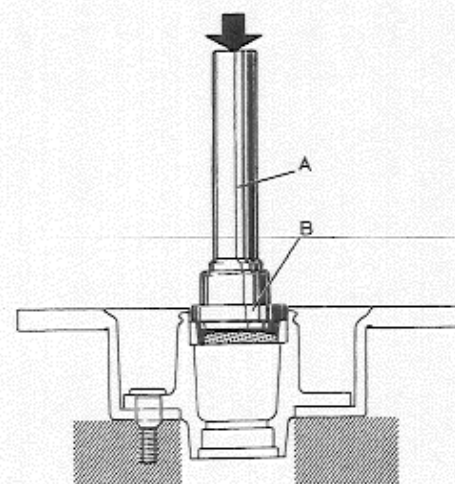
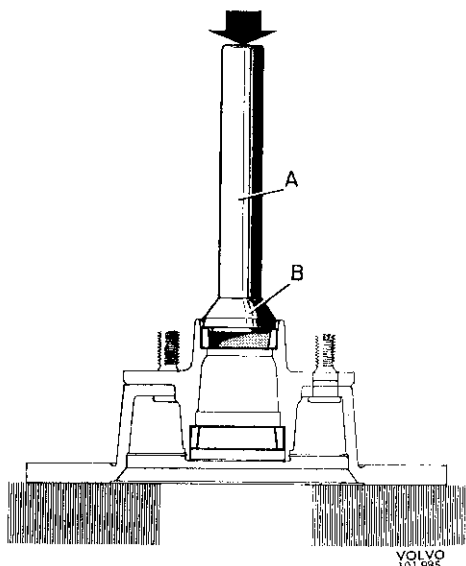

Abb. 28. Einpressen des Lagerinnenringes
Abb. 29. Einpressen des Lageraußenringes
7. Die neuen Lagerringe einpressen. Außer dem Standardschaft 1801 ist für den Ring des inneren Lagers der Dorn 2723 (Abb. 28) und für den Ring des äußeren Lagers 2724 (Abb. 29) zu verwenden.